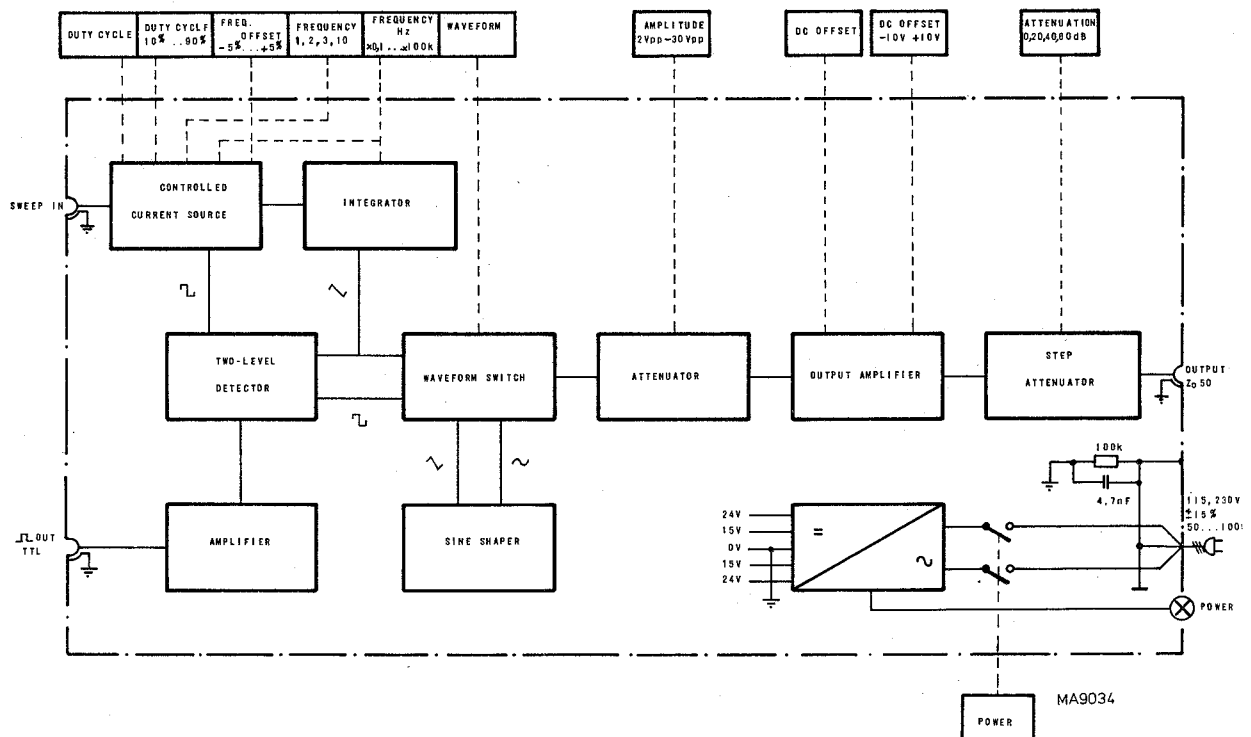

Fig. 1. Blockschaltbild des Generators
1.4. BLOCKSCHALTBILDBESCHREIBUNG (Fig. 1)